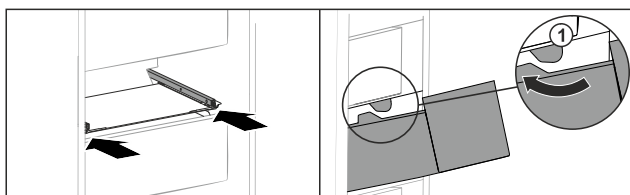

Fig. 149
- Ghidați sertarul în jurul opritorului Fig. 149 (1).